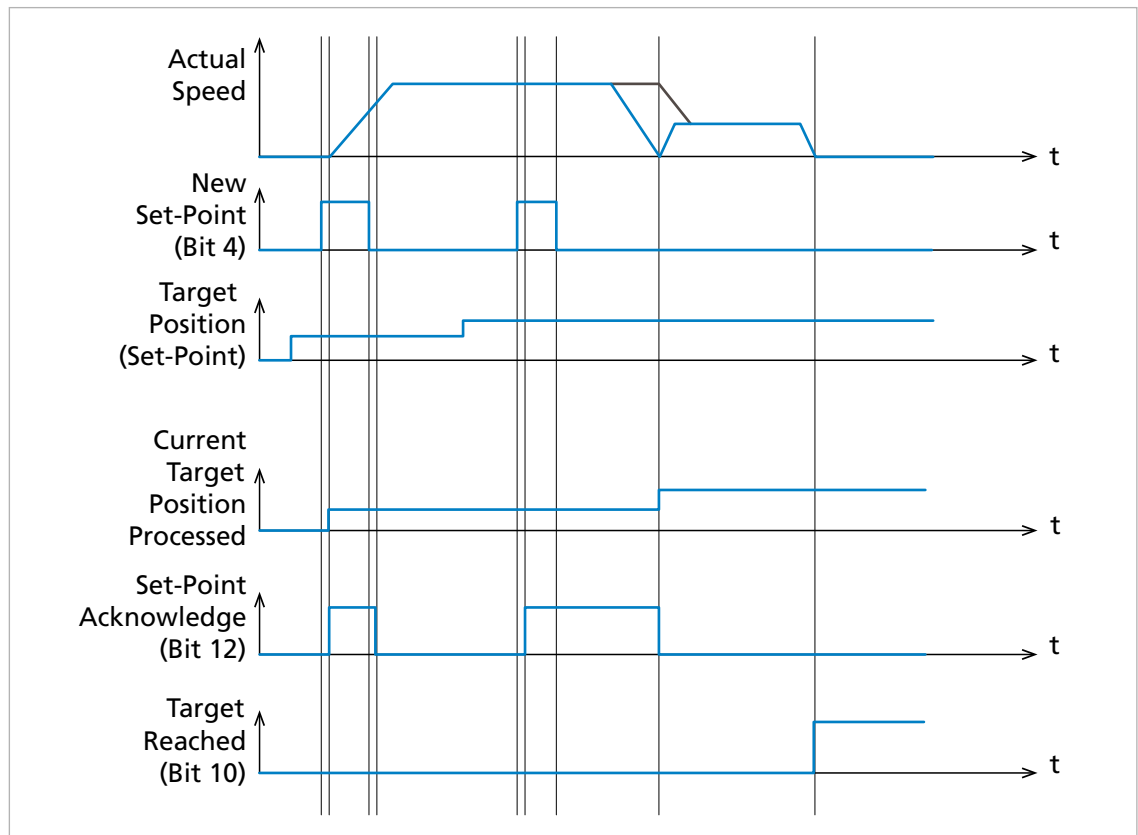

Abb. 30: Handshaking Procedure für die Set of Set Points Methode
- Mit Bit 9 des Controlwords (Change on Set Point) wird das dynamische Verhalten beim Übergang von einem Sollwert zu einem anderen Sollwert geregelt (siehe Abb. 30):